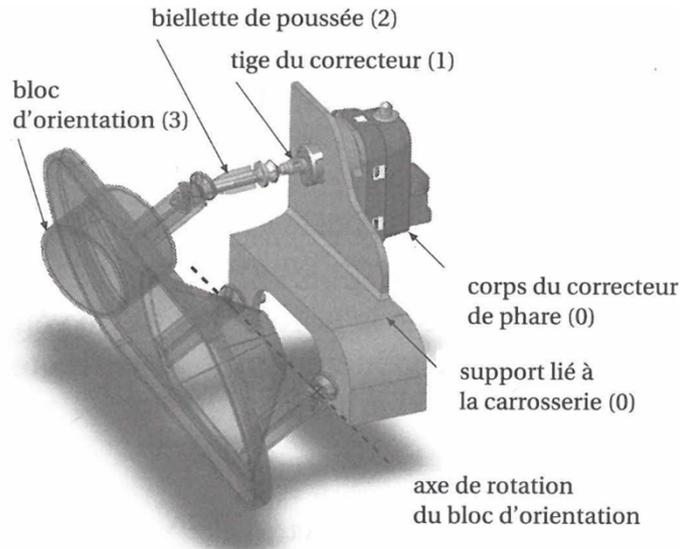

FIGURE 4 – Constitution du correcteur de phare
Le système considéré est constitué du bloc d'orientation (3) contenant les phares inclinables selon un axe, d'une bielle de poussée (2), du correcteur constitué d'un corps fixe par rapport au véhicule (0) et d'une tige (1) pouvant sortir/rentrer par rapport au corps (0). Une pièce intermédiaire (4) (Figure 4) est ajoutée au système pour assurer la liaison entre (3) et (0).